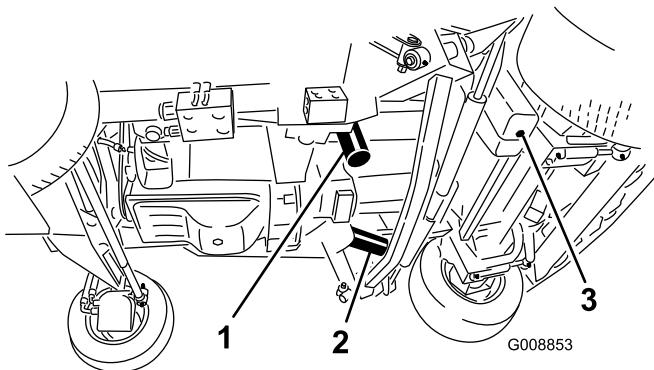

図 89
3. タンクの底面にあるドレンプラグ図89を外し、流れ出すオイルを容器に受ける。オイルが完全に抜けたらドレンプラグを取り付ける。
5. フィルタの下に廃油受けを置いてフィルタを外す図89。